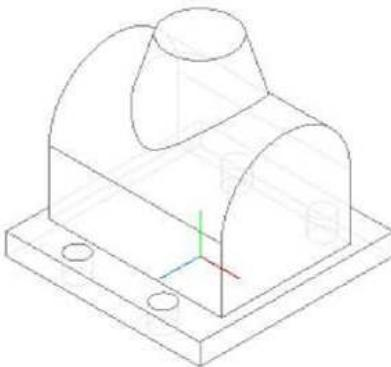

Рис. 7.28
6) Применяем к эскизу команду **Приkleить вращением**. Способом построения должен быть **Сфериод**, а на вкладке **Тонкая стенка** установлен вариант **Нет**. Результат показан на рис. 7.28.